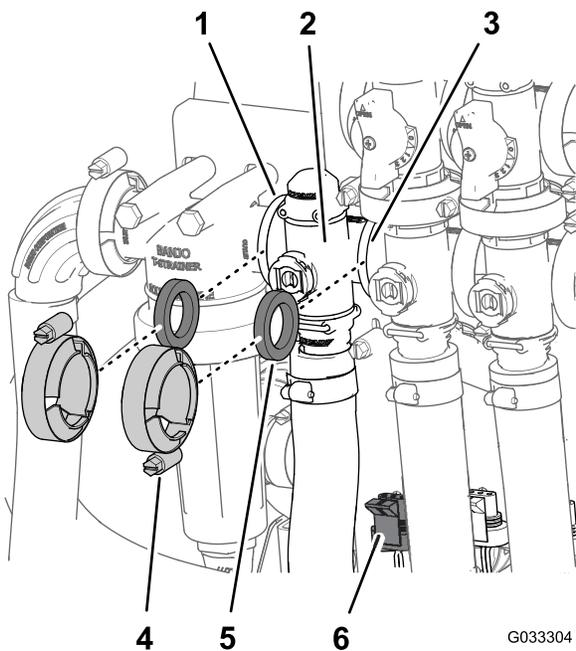

Рисунок 62
1. Снимите хомуты и прокладки, с помощью которых крепится коллектор клапана управления интенсивностью (Рисунок 62).